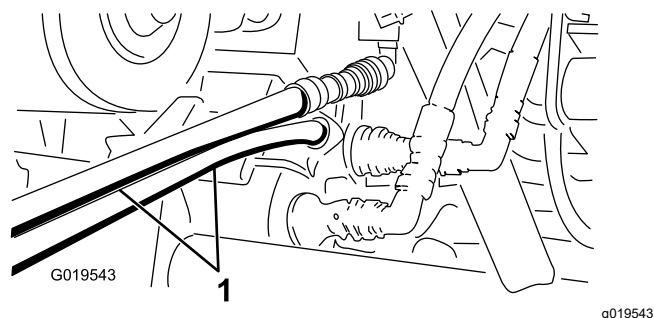

Figura 73
5. La cealaltă maină, conectai cele 2 furtunuri la cuplajul aflat încă în suportul cuplajului (conectai furtunul superior la cuplajul superior și furtunul inferior la cuplajul inferior) (Figura 73).